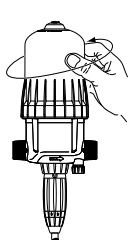

Fig. 15
- Dévisser la cloche à la main (Fig. 15) et la retirer.